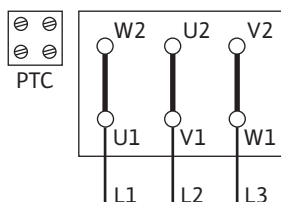

Fig. 10: Y-Δ-pokretanje
- Mrežni priključak na priključnoj ploči zavisi od snage motora P2, mrežnog napona i vrste uključivanja. Potrebno povezivanje veznih mostova u priključnoj kutiji nalazi se u sledeć o j tabeli i na Fig. 10, 11 i 12.